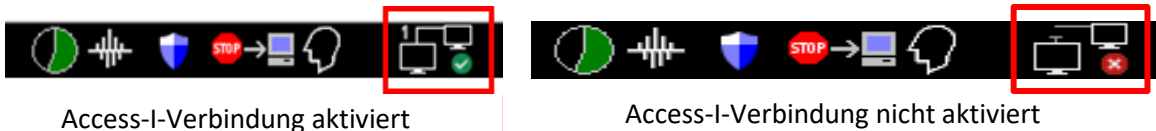

Abbildung 25: Access-I-Verbindung auf der MR-Konsole
3. Stellen Sie in der Taskleiste der MR-Konsole sicher, dass „Access-I“ verbunden ist, indem Sie auf das grüne Häkchen im Access-I-Symbol achten. Wenn ein rotes „X“ angezeigt wird, klicken Sie ein Mal auf das Symbol, um die Verbindung (*Abbildung 25*) zu aktivieren.